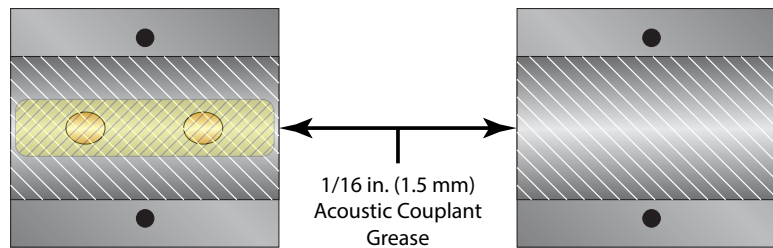

ABBILDUNG 2.6 – AUFTRAGEN DES AKUSTISCHEN KOPPELMITTELS – DTTS-/DTTC-SENSOREN
- 1) Bringen Sie eine dünne Schicht akustisches Koppelmittel auf die Stellen an beiden Hälften des Sensoren gehäuses auf, die mit dem Rohr in Berührung kommen. Siehe **Abbildung 2.6**.